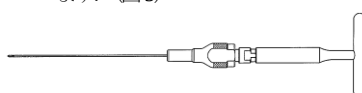

図4
- 4) 1.3ガイドピンの後端に1.3ガイドピンチャックを接続し確実に固定します。1.3ガイドピンチャックの後端に、ガイドピンチャック用ソケットレンチを組み付けガイドピンを接続すると、確実に接続できます。（図4）